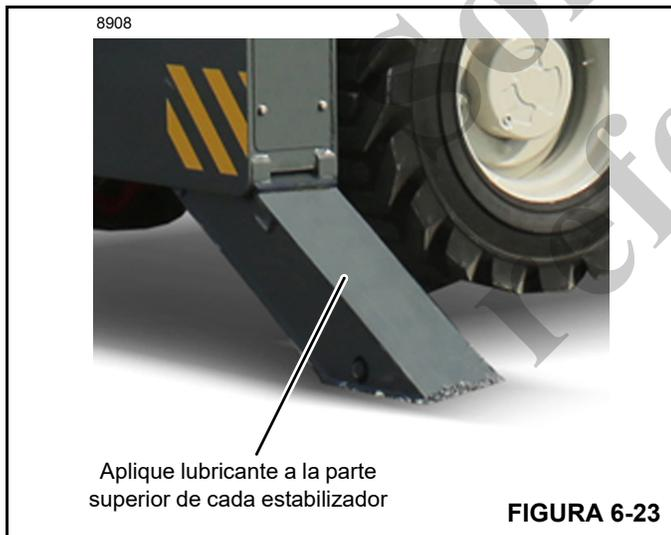

FIGURA 6-23
3. Aplique grasa EP2 a base de litio, o una equivalente en las zonas ilustradas en la Figura 6-23. No lubrique en exceso. Levante y baje varias veces los estabilizadores para esparcir la grasa.